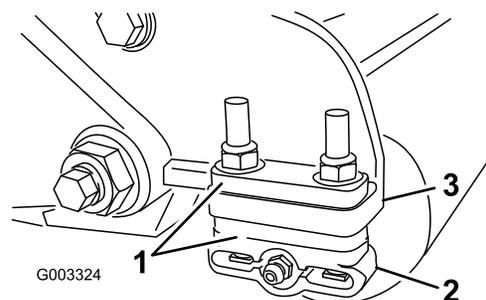

Рисунок 11
1. Отрегулируйте кронштейны заднего валика (**Рисунок 11**) на необходимый диапазон высоты скашивания путем установки необходимого количества проставок под монтажный фланец боковой пластины (**Рисунок 11**) в соответствии с **Таблица высоты скашивания (страница 12)**.